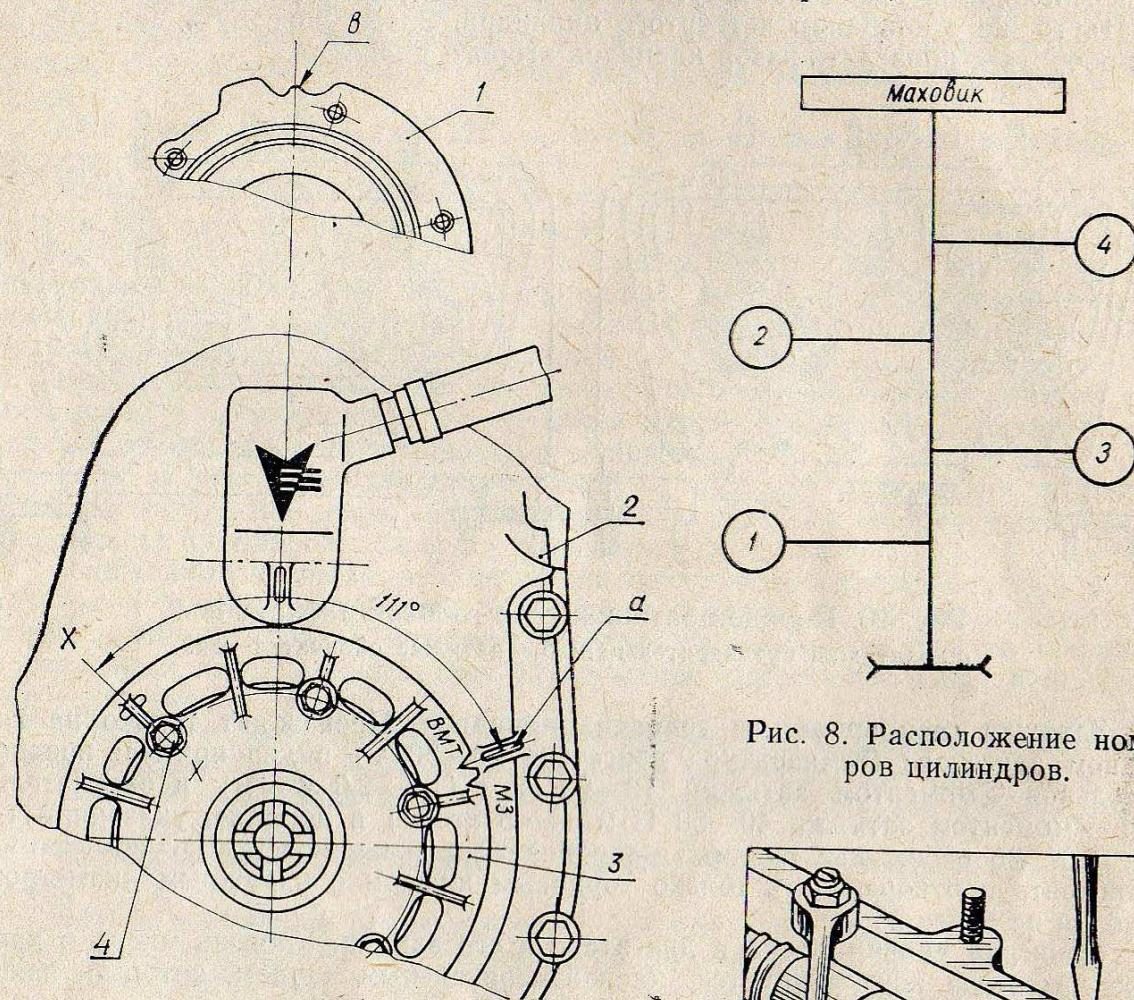

Рис. 7. Метки установочные на крышках центробежного маслоочистителя и распределительных шестерен:
ром риска ВМТ на шкиве совпадает с выступом *a* на крышке распределительных шестерен (рис. 7), а оба клапана первого цилиндра полностью закрыты (коромысла этих клапанов могут свободно покачиваться).
**Очистка центробежного маслоочистителя.** Перед снятием крышки снять ремень привода вентилятора и, проворачивая шкив, отвернуть последовательно болты, но не полностью. Затем рекомендуется, перед снятием шкива, для облегчения последующей сборки, совместить метку ВМТ на шкиве с выступом *a* (рис. 7) на крышке распределительных шестерен. После этого отвернуть полностью крепежные болты и снять шкив.